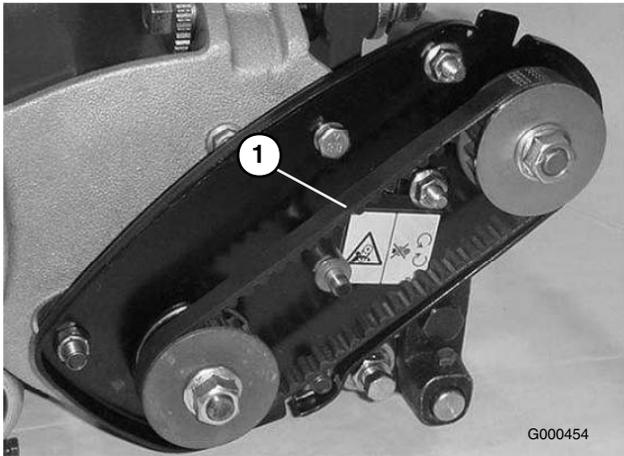

Bild 31
2. Prüfen Sie die Spannung des Riemens (Bild 31). Wenden Sie eine Kraft von $17,8 \pm 4,4$ N in der Mitte der Scheiben an. Die Riemen durchbiegung sollte 6,4 mm betragen.